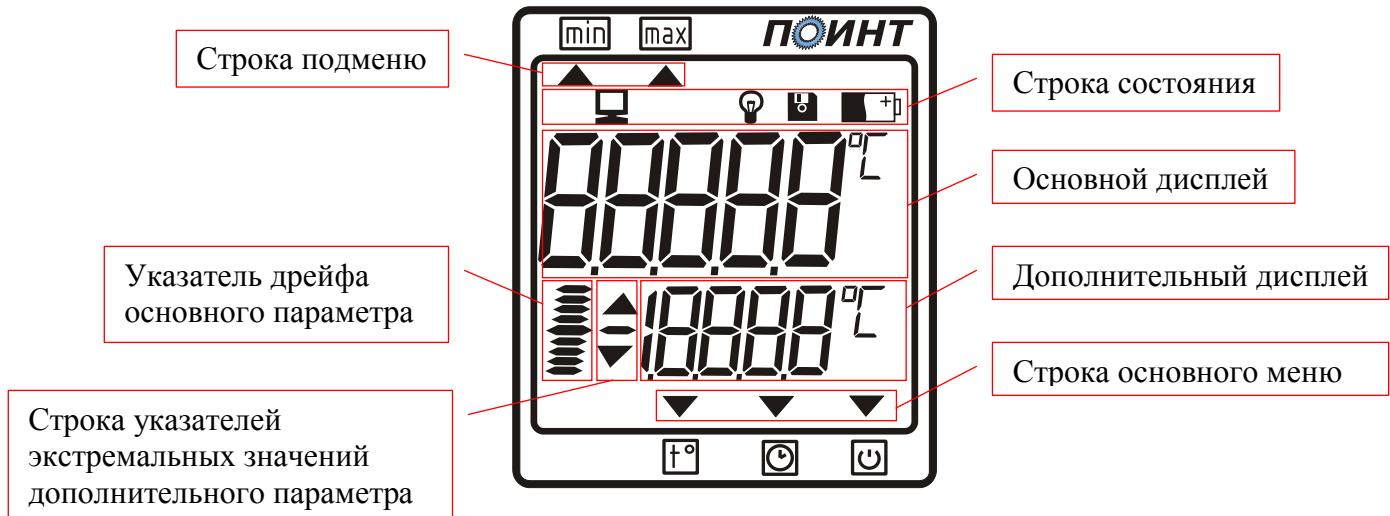

Рис.1
3.2. На лицевой панели измерителя расположен цифровой индикатор (рис.1), служащий для отображения информации и две кнопки управления. В верхней части прибора расположен разъем для подключения датчиков. На задней части измерителя находится крышка батарейного отсека.
4.3. Описание основного дисплея. Измеритель имеет три рабочих режима: режим измерения температуры, режим отображения текущего времени, режим выбора времени работы измерителя. Переключение между этими режимами производится нажатием левой кнопки измерителя. В зависимости от положения указателя «▼», который расположен в строке основного меню (рис.1), можно определить, в каком режиме находится измеритель. Так при положении указателя над значком прибор будет настроен на режим измерения температуры, - режим отображения текущего времени, - режим выбора времени работы измерителя. В зависимости от выбранного режима на основном дисплее отображается текущее значение измеряемого параметра. В режиме отображения текущего времени при нажатии на правую кнопку на индикаторе отображается текущий месяц, число и год. Установка этих параметров приведена в п. 7.2.